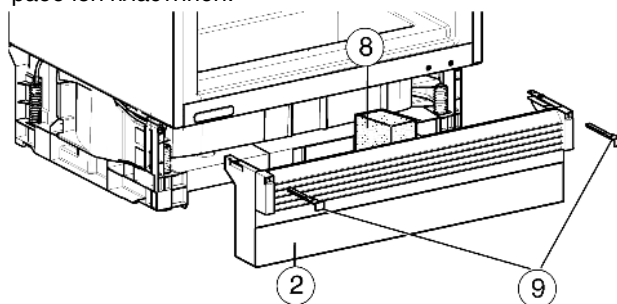

Fig. 10
- ▶ Вставить пенопласт Fig. 10 (8) - это важно для нормальной раздельной циркуляции потоков воздуха!
- ▶ Снова установите цокольную панель Fig. 10 (2).
- ▶ Если цокольную панель Fig. 10 (2) видно, потяните её вперед настолько, пока передний край вентиляционной решетки не станет вровень с цокольной панелью мебели.
- ▶ Если цокольная панель Fig. 10 (2) скрыта, сдвиньте её назад как можно дальше.
- Зафиксируйте цокольную панель: вставьте фиксатор Fig. 10 (9), при этом придерживайте цокольную панель.